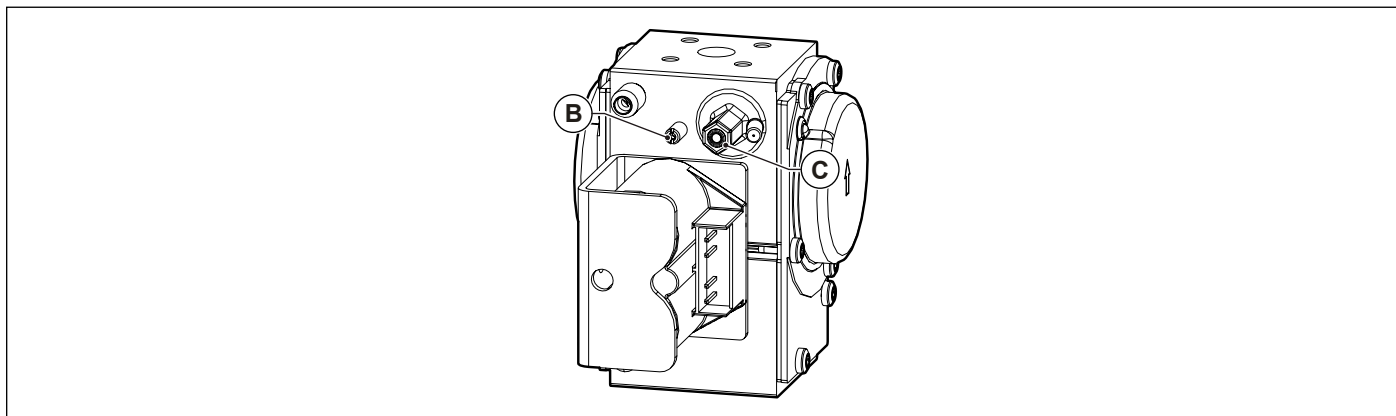
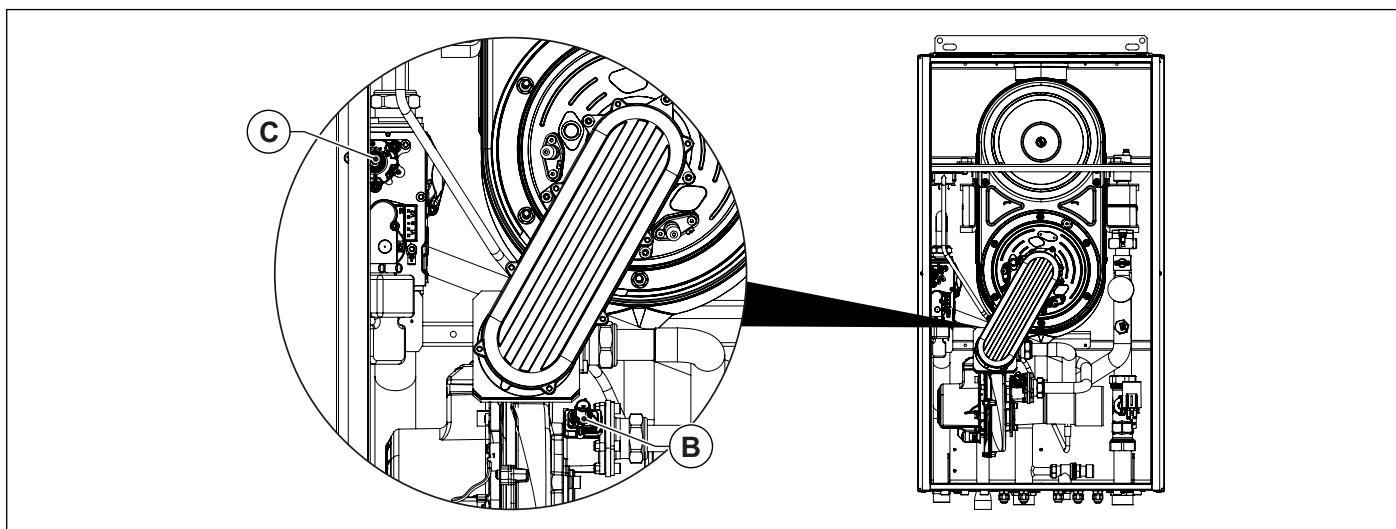

Fig. 44 Regulación valor anhídrido carbónico B30 85 - B30 115
Fig. 45 Regulación valor anhídrido carbónico B30 150
- Regular el valor del anhídrido carbónico (CO2) en los humos girando el regulador de relación **B** (ver Fig. 44 Regulación valor anhídrido carbónico B30 85 - B30 115 y Fig. 45 Regulación valor anhídrido carbónico B30 150) y asegurarse de que no supere los límites de la Tab. 1 Datos de calibrado B30 85 y de la Tab. 2 Datos de calibrado B30 115 y de la Tab. 3 Datos de calibrado B30 150.
- Regular el valor del anhídrido carbónico (CO2) en los humos girando el regulador de offset **C** (ver Fig. 44 Regulación valor anhídrido carbónico B30 85 - B30 115 y Fig. 45 Regulación valor anhídrido carbónico B30 150) y asegurarse de que no supere los límites de la Tab. 1 Datos de calibrado B30 85 y de la Tab. 2 Datos de calibrado B30 115 y de la Tab. 3 Datos de calibrado B30 150.